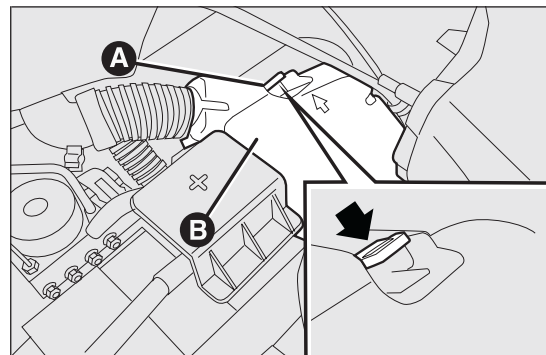

fig. 175
- agire sull'aletta B fig. 175 e rimuovere il coperchio B di protezione della scatola fusibili;